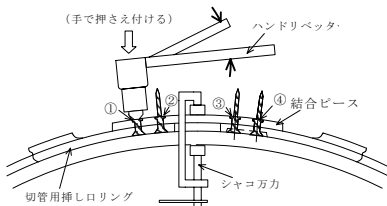

図 51 リベットの取り付け方法
- (6) 切管用挿し口リングを挿し口より取り外し、(5) でケガいた箇所にドリルで貫通穴をあける。
- (7) 挿し口溝部および切管用挿し口リングに砂などが付着していないか確認し再度、切管用挿し口リングを手順(2)、(3)の順番で挿し口溝に入れて挿し口に密着させる。
- (8) 結合ピースを挿し口リングに当て、リベットを穴に入れた後、シャコ万力で固定し、ハンドリベッタを使って①、④、②、③の順番でリベット止めを行う。このとき、リベットをハンドリベッタで押さえつけながらレバーを一度で絞らずに、数回に分けて絞る。(図 51 参照)。